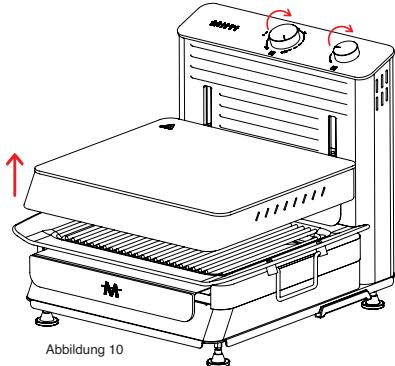

Abbildung 10
- Drehen Sie den Ein-/Ausschalter auf der Rückseite des Produkts in die Position (I).
- Um den verstellbaren Kochbereich zu bewegen, drehen Sie den oberen und unteren Abstandseinstellknopf im Uhrzeigersinn, um den oberen Bereich auf die maximale Höhe zu bringen. (Abbildung 10).